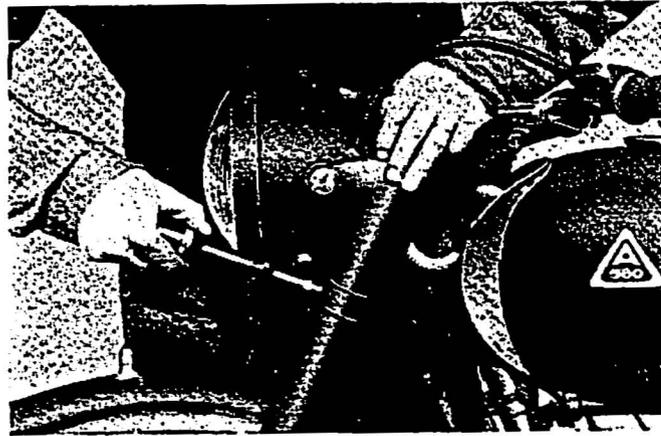

Fig. 4
- La fourche est à graisser avec de la graisse de chassis. Auparavant, nettoyer les têtes de graisseurs. Mettre la machine sur les roues. Donner environ 5 coups de pompe par fourreau en appuyant fortement sur la traverse supérieure, de façon à comprimer la fourche de 3 mm. environ (Fig. 4). Utiliser la pompe de graissage se trouvant dans l'outillage.